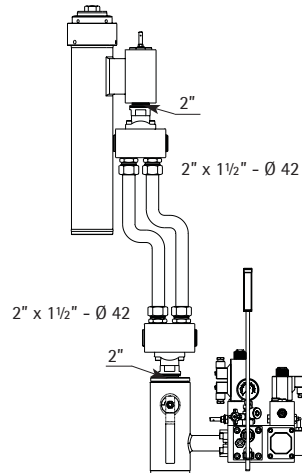

Fig. 11 Conexión con dos tubos rígidos Ø 42
- con dos tubos de acero diámetro 42 mm. en paralelo y dos racores de 3 vías 1 1/2" x 2" x 1 1/2" (ver Fig. 11).